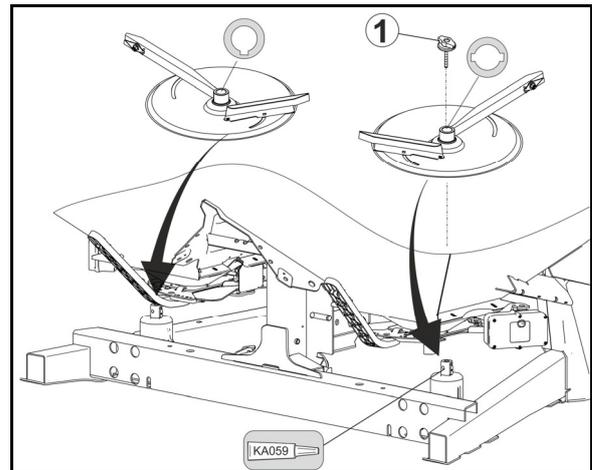

Fig. 60
1. Rimuovere il galletto (Fig. 60/1).